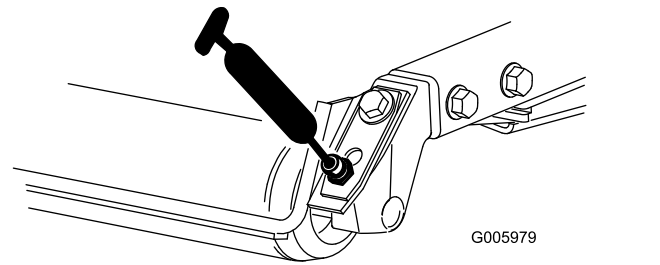

Figura 80
- Rolamentos do rolo traseiro (2 por unidade de corte), como se mostra na Figura 80